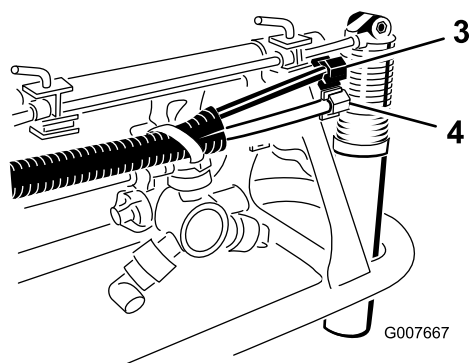

図 8
8. 付属部品の中から泡用ノズルを探し出し、各ノズルを（図 8）に示すように取り付けロッドに取り付ける。